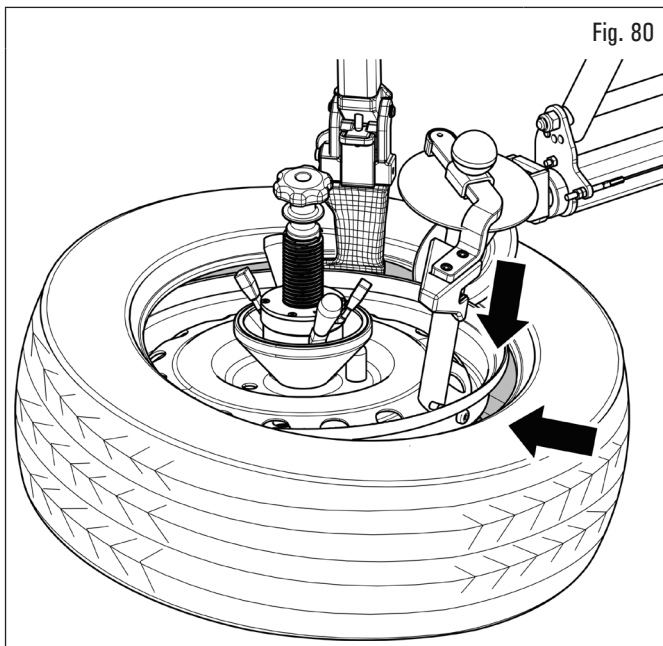
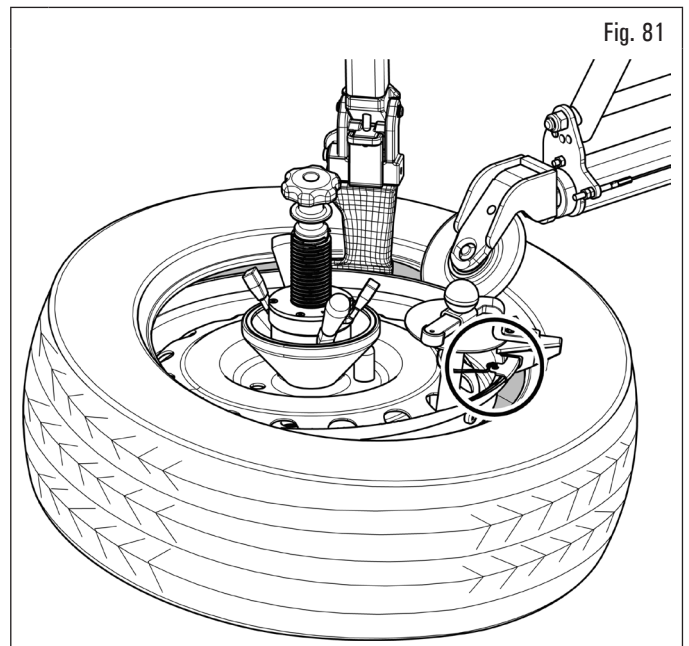

Fig. 80
Fig. 81
6. insérez le pousse-pneu avec dispositif entraîneur exactement en correspondance avec la soupape (voir Fig. 80). Monter le protecteur talon sur le bord de la jante en correspondance avec l'entraîneur (option) comme indiqué sur la Fig. 81 ;